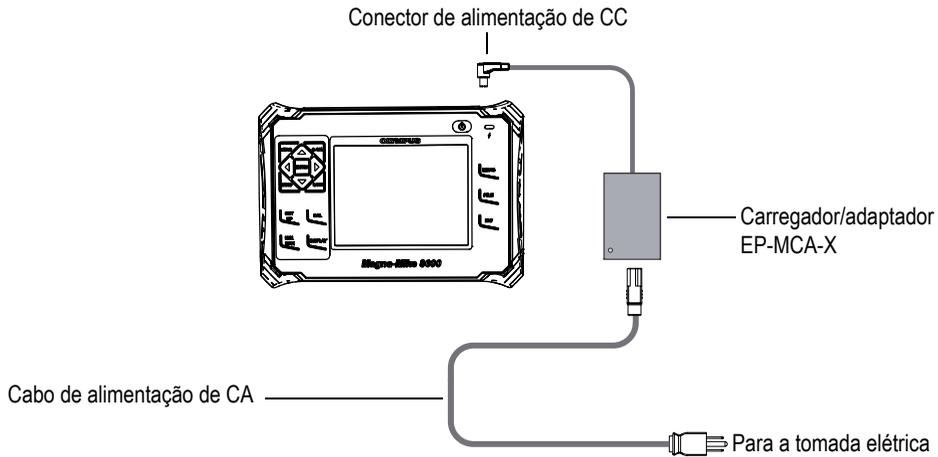

Figura 1-8 Conexão do carregador/adaptador
1. Conecte o cabo de alimentação de CA ao carregador/adaptador e a uma tomada elétrica adequada (ver a Figura 1-8 na página 32).